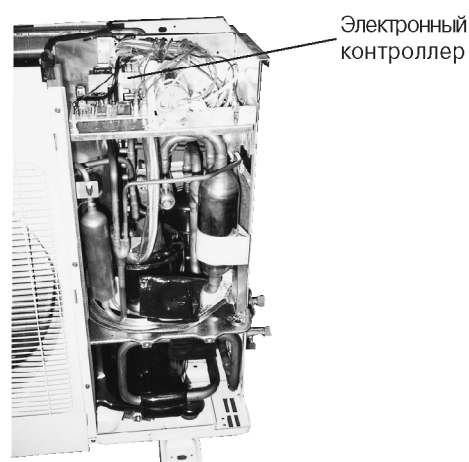

Рис. 10
1. Доступ к электронному контроллеру можно получить, сняв верхнюю и переднюю панели корпуса, как показано на рис. 10.